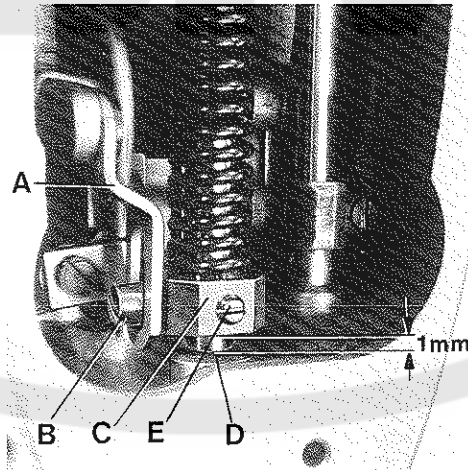
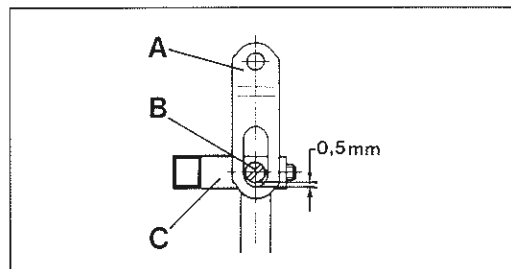

Fig.29
Fig.29A
With needle bar at bottom of stroke and presser foot resting squarely on throat plate, there should be a minimum clearance of 0,5 mm (.020 in.) between slot end of link (A, Fig. 29 and 29A) and shank screw (B) in presser bar connection and guide (C) when the foot lifter lever is released. At this time, there should also be at least 1 mm (.040 in.) clearance between bottom of presser bar connection and guide (C, Fig. 29) and top of presser bar bushing (D).
If adjustment is needed, proceed as follows: Loosen set screw (E, Fig. 29) in presser bar connection and guide (C). Then, while pressing the presser foot down firmly, pry up presser bar connection and guide (C) with a screwdriver to obtain the described setting dimensions and tighten set screw (E) securely.
Bei am unteren Hubende stehender Nadelstange und direkt auf der Stichplatte aufliegendem Drückerfuß, soll zwischen dem Schlitzende des Gelenks (A, Fig. 29 und 29A) und der Zapfenschraube (B) in der Drückerfußstangen-Verbindung und Führung (C) ein Mindestabstand von 0,5 mm sein (siehe Fig. 29A), wenn der Fußlifterhebel losgelassen ist. Gleichzeitig muß zwischen der Unterseite der Drückerfußstangen-Verbindung und Führung (C, Fig. 29) und der Oberseite der Drückerstangenbuchse (D) ein Abstand von mindestens 1 mm sein.
Lösen Sie den Gewindestift (E, Fig. 29) in der Drückerfußstangen-Verbindung und Führung (C). Dann hebeln Sie mit einem Schraubendreher, während Sie den Drückerfuß fest nach unten drücken, die Drückerfußstangen-Verbindung und Führung (C) nach oben, um die beschriebenen Einstellmaße zu erhalten und ziehen den Gewindestift (E) gut an.